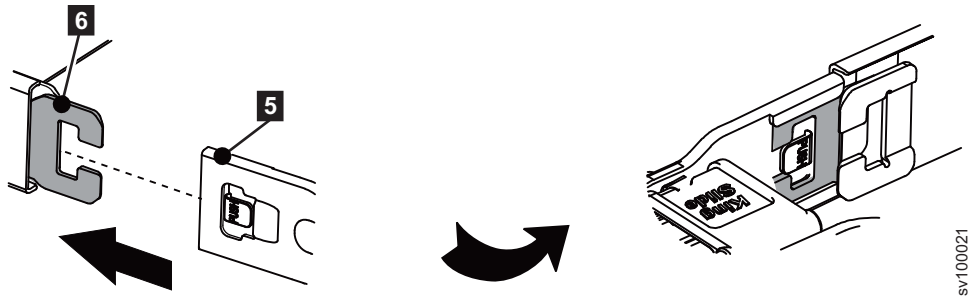

图 19. 安装其他外部构件
4. 将对面的电缆管理臂接口 (5) 安装到对面的外部电缆管理臂接口基座 (6)。请参阅第 25 页的图 19。